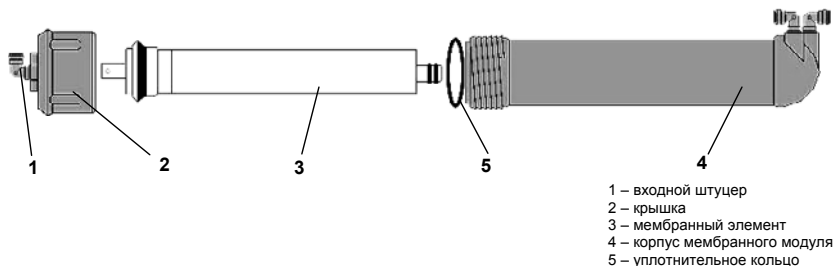

Рисунок 6. Блок обратного осмоса
5.4 Установка мембранного элемента в корпус (Рис. 6)
Для замены мембранного элемента (см. рис. 6):